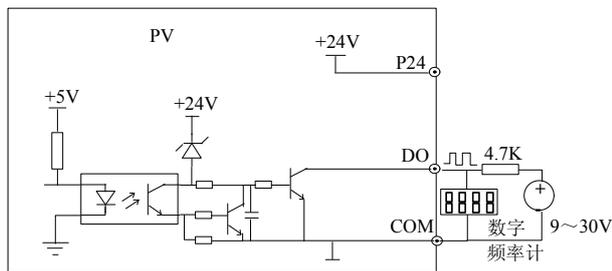

图3-31 输出端子 DO 连接方式 2
④数字脉冲频率输出 DO 也可使用外部电源，9~30V，接线方式请参见图 3-31。